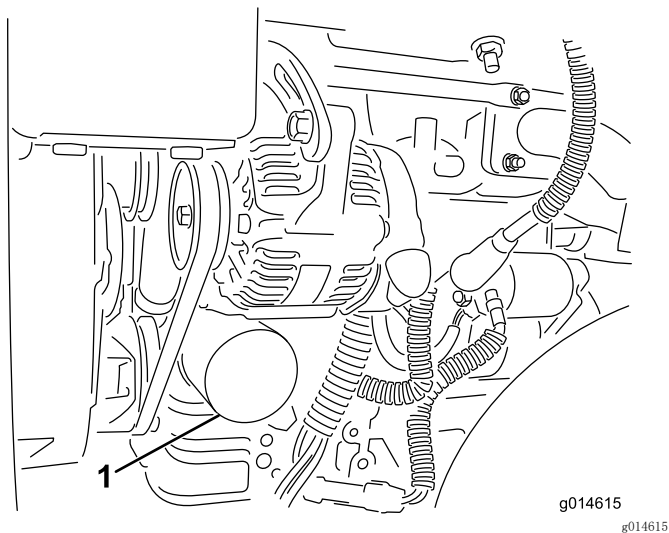

图27
2. 拆下机油滤芯（图27）。在新的滤芯垫片上涂上薄薄一层干净油。